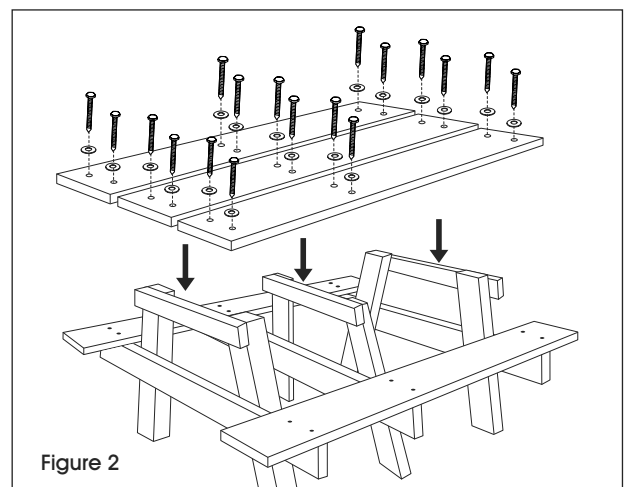

Figure 2
5. Placez les trois planches du dessus de table sur les bases en A. Alignez les trous prépercés sur la base en A. Fixez sans serrer les planches du dessus de table à la base en A à l'aide des tire-fonds de 3 ½ po et des rondelles en utilisant la perceuse et la douille tournevis de 7/16 po (à bien visser plus tard à l'étape 6). (Voir Figure 2)